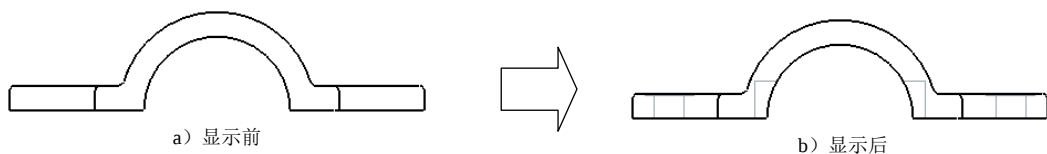

图 3.12.14 显示隐藏线
Step3. 在主视图中显示隐藏线，如图 3.12.14 所示。在图形区双击主视图，在弹出的“绘图视图”对话框中选择 **类别** 区域的 **视图显示** 选项，在 **显示样式** 下拉列表中选择 **隐藏线** 选项，其他参数采用系统默认设置值，单击 **确定** 按钮，此时主视图如图 3.12.14b 所示。